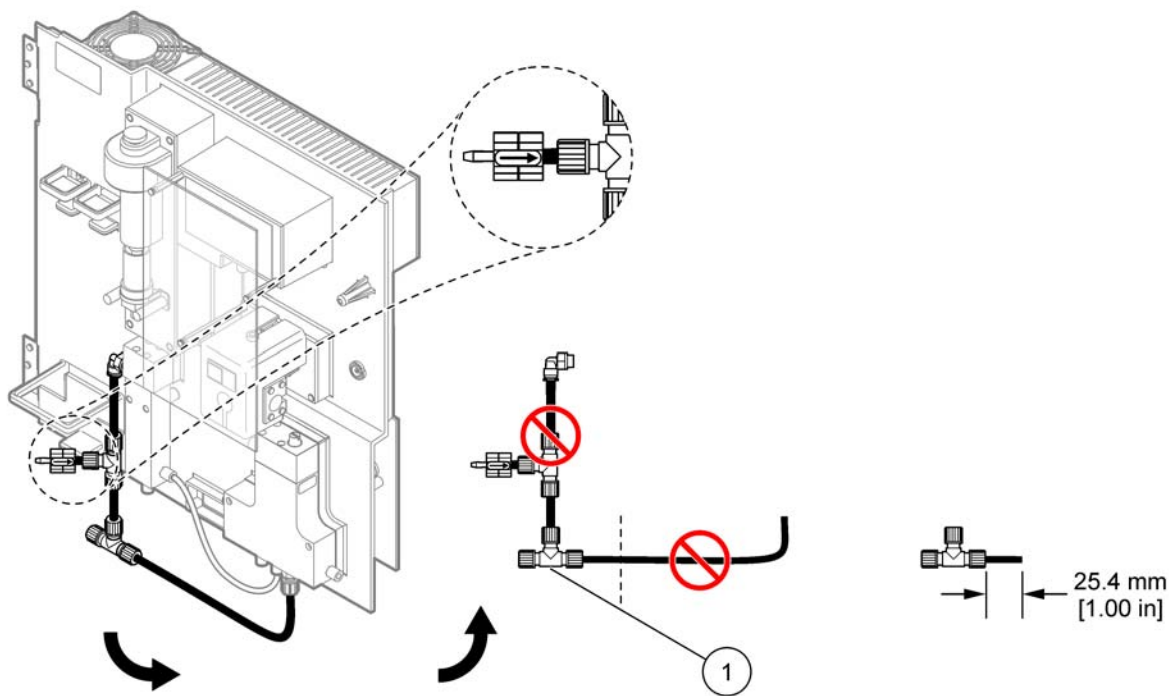

Рисунок 26 Удаление Т-образного фитинга
Т-образный фитинг используется для присоединения дренажной трубки. Чтобы снять Т-образный фитинг обратитесь к Рисунок 26 и следующей процедуре:
- e. Отрежьте отрезок размером 25 мм от дренажной трубки, которая была извлечена из анализатора 1. Присоедините отрезок трубки длиной 25 мм к Т-образному фитингу на анализаторе 2. Присоедините другой конец трубки к Т-образному фитингу, который был извлечен из анализатора 1. Для извлечения Т-образного фитинга смотрите Рисунок 26 на стр. 77.